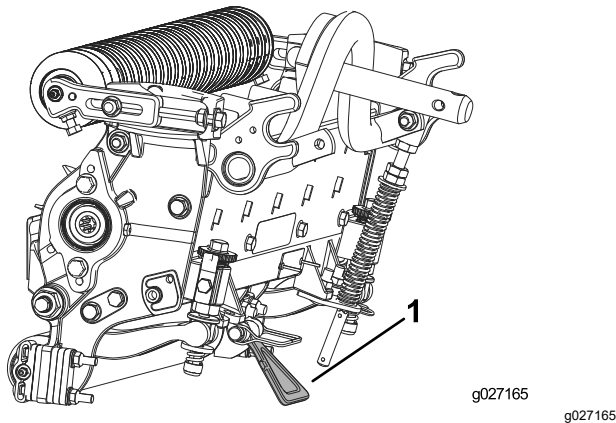

図 11
**重要** ユニットの背面についているベッドバー調整ねじのナットが床に当たっていないことを確認するキックスタンドを使用すること 図 11。